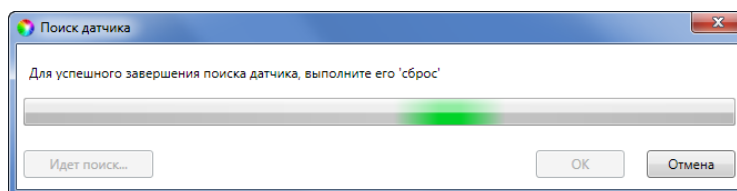

Рисунок 7.43 – Поиск радиоустройства
- После нажатия кнопки *OK* начнется поиск радиоустройства контроллером (см. рисунок 7.43). Для того чтобы устройство было найдено контроллером, его следует перевести в режим связывания (выполнить «сброс»).